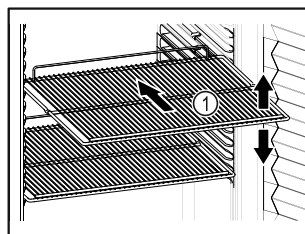

Fig. 50 Példaként szolgáló ábrázolás
- ❑ Ha a tárolófelületek Fig. 50 (1) áthelyezhetők, akkor igazítsa be őket a kívánt magasságnak megfelelően.